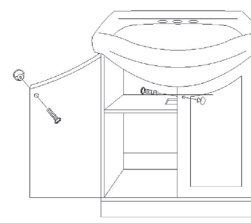

Fig. 9
7. Install the Door Knobs with screws. See Fig. 9
7. Posez le bouton de porte avec les vis. Voir la figure 9
7. Instale las perillas de las puertas con los tornillos. Ver fig. 9